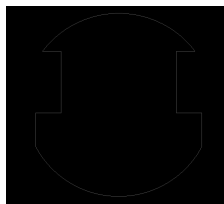

图 3.5.33 手动绘制边框
(1) 新建 PCB 文件,选择“Keep-Out Layer(禁止布线层)”选项,按尺寸要求绘制好电路板边框形状,如图 3.5.33 所示。